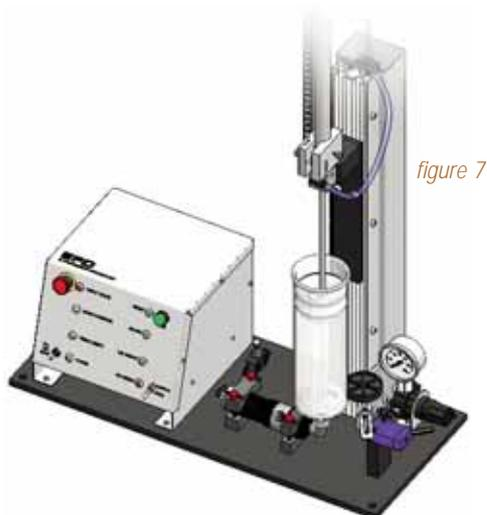

figure 7
20. Déployez le cylindre à la main jusqu'à ce qu'il touche le piston de la cartouche remplie comme indiqué figure 7.